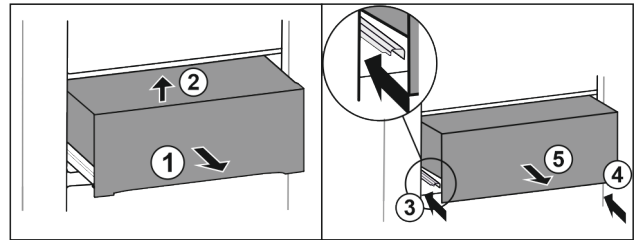

Fig. 30\*
- ▶ Вытяните выдвижной ящик наполовину Fig. 30 (1).\*
- ▶ Приподнимите спереди Fig. 30 (2).\*
- ▶ Вставьте левую направляющую Fig. 30 (3).\*
- ▶ Вставьте правую направляющую Fig. 30 (4).\*
- ▶ Извлеките выдвижной ящик движением вперед Fig. 30 (5).\*